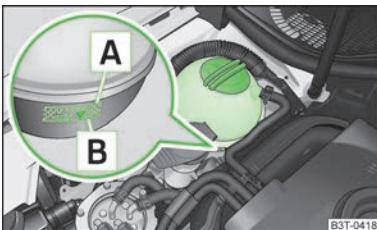

Fig. 120
Para llenar recomendamos utilizar solamente aquel líquido refrigerante cuya designación se encuentra en el depósito de expansión del refrigerante » fig. 120 de la página 144.
- Comprobar el nivel de líquido refrigerante en el depósito de expansión del mismo » fig. 120. Con el motor frío, el nivel de líquido refrigerante debe encontrarse entre las marcas **B** (mín.) y **A** (máx.). Con el motor caliente, el nivel puede sobrepasar también ligeramente la marca **A** (máx.).
- Colocar un trapo sobre el tapa de cierre del depósito de expansión de líquido refrigerante » fig. 120 de la página 144 y desenroscar el tapón **con cuidado**.
¡No llenar el depósito de líquido refrigerante por encima de la marca **A** (máx.) » fig. 120 de la página 144! El líquido refrigerante excedente es expulsado del sistema de refrigeración a través de la válvula de sobrepresión situada en el tapón de cierre del depósito de compensación del refrigerante al calentarse.